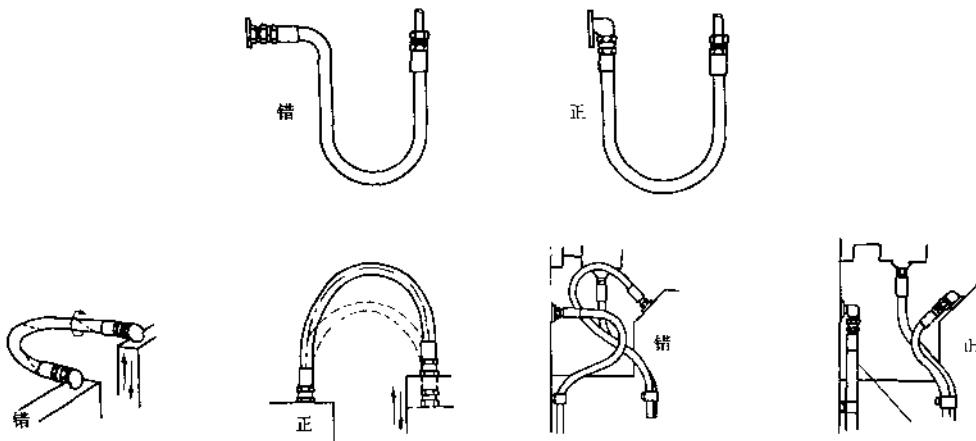

图 30.1-11 软管接头选用要合适
- 选择合适的软管接头和正确使用管夹,以减少软管的弯度和扭曲,避免软管的附加应力,见图 30.1-11 和 30.1-12。